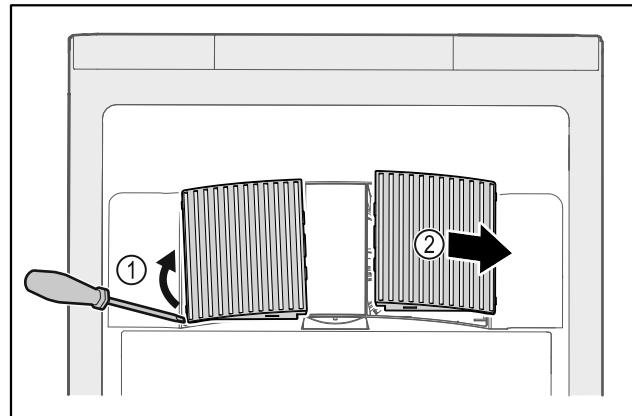

Fig. 228
- Осторожно подденьте крышки вентилятора сбоку Fig. 228 (1) и снимите их движением вперед Fig. 228 (2).